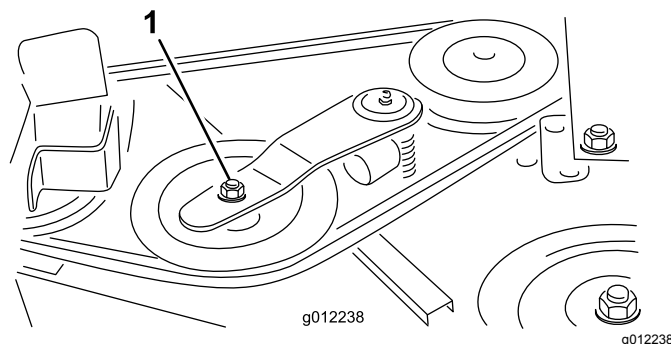
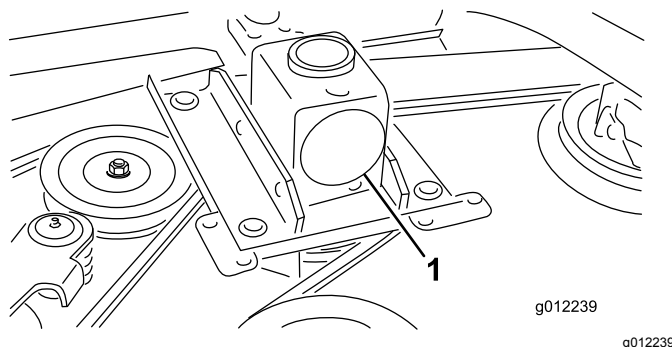

Figura 34
Figura 35
2. Usando una llave dinamométrica u otra herramienta similar, aleje la polea tensora (Figura 34) de la correa de transmisión para aliviar la tensión de la correa y poder retirar la correa de la polea de la caja de engranajes (Figura 35).